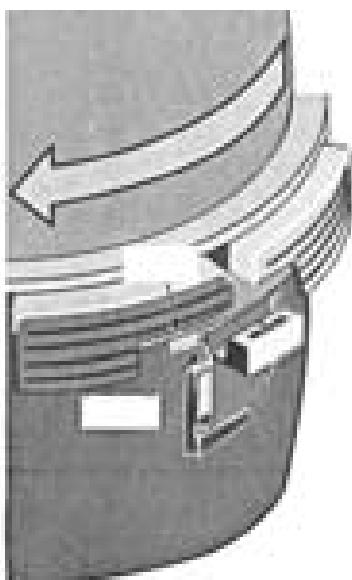

Рисунок 3: поворачивать резьбовое кольцо, пока оно не попадет в паз предохранительной накладки.
1. Резьбовое кольцо должно попасть в паз предохранительной накладки и в этом зафиксированном состоянии его нельзя повернуть в обратном направлении. Для проверки затвор можно еще раз повернуть по часовой стрелке (см. рис. 3).